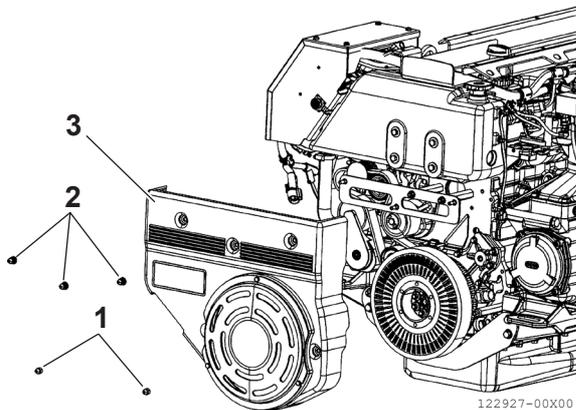

Abbildung 23
- Positionieren Sie die Abdeckung (Abbildung 23, [3]) und ziehen Sie die Muttern (Abbildung 23, [1] und Abbildung 23, [2]) auf das angegebene Drehmoment an.
Riemenschutzabdeckung (2 Muttern M8 × 1,25) (Abbildung 23, [1])	21 ± 2 Nm
Riemenschutzabdeckung (3 Muttern M8 × 1,25) (Abbildung 23, [2])	30 ± 3 Nm